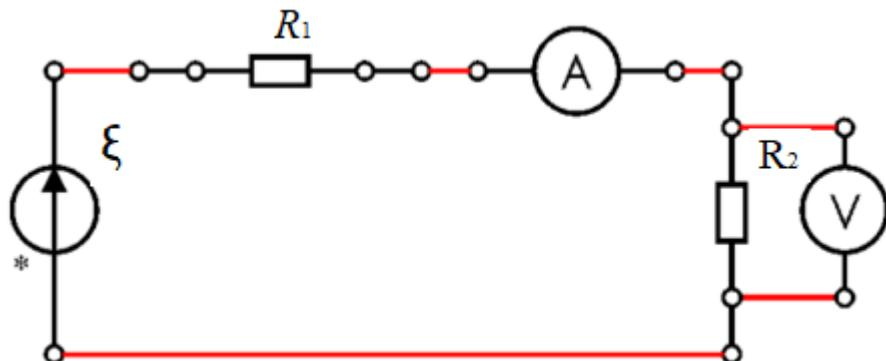

Рис. 7. Схема для проверки закона Ома на участке цепи.
2. Соберите схему на приборной панели как показано на рис. 7, использую резистивные сопротивления, мультиметры и соединительные провода. Сопротивление резисторов R_1 и R_2 , задаются ведущим преподавателем или сотрудником лаборатории. Не рекомендуется использовать резисторы с большим сопротивлением и отличающимися по значению более чем на два порядка.